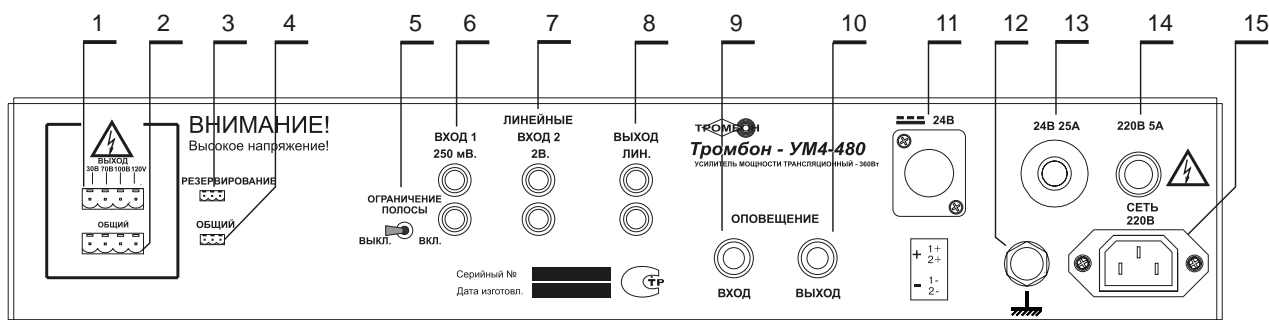
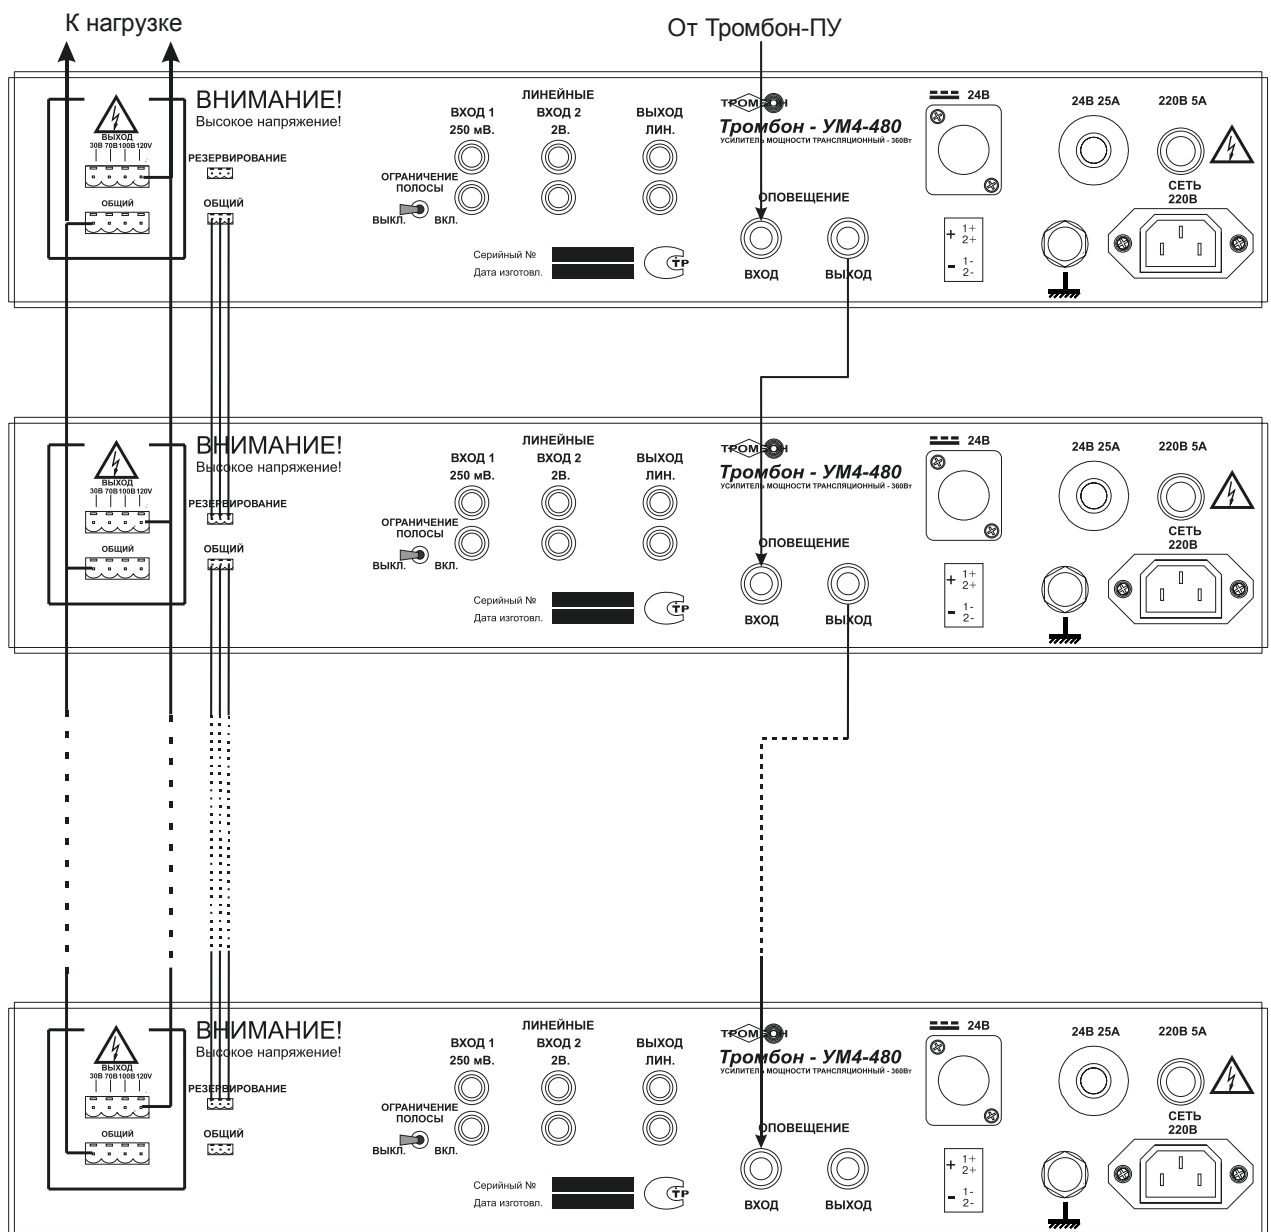

Рис. 2 Эскиз задней панели Усилителя.
Рис. 4
Для резервирования усилителей задействуются разъёмы «РЕЗЕРВИРОВАНИЕ» и «ОБЩИЙ» (рис.2 поз.3 и поз.4)
При резервировании усилителей разъём «РЕЗЕРВИРОВАНИЕ» - входной, разъём «ОБЩИЙ» - выходной. Включаются усилители по этим разъёмам последовательно друг за другом. Выходные разъёмы основного и резервного усилителей «30 70 100 120V» и «ОБЩИЙ» (рис.2 поз. 1 и поз.2) включаются параллельно. По входам «ОПОВЕЩЕНИЕ» (рис.2 поз.9 и поз.10) усилители подключаются последовательно друг за другом. Схема подключения усилителей при резервировании представлена на рис. 4.
8. Выключатель ограничения полосы Усилителя (рис.2 поз. 5).